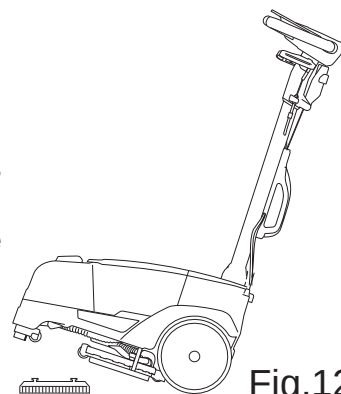

Fig.12
- Løft op i håndtaget for at løfte forreste del af maskinen. Før maskinens dæksel hen over børsten, og sænk maskinen (Fig.12).
- Løft op i håndtaget for at løfte den forreste del af maskinen (Fig.12).